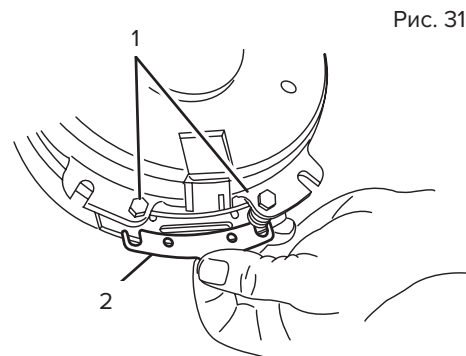

Рис. 31
- A. Ослабьте оба болта крепления тормоза на 1/2 оборота – 1 полный оборот (см. рис. 31).